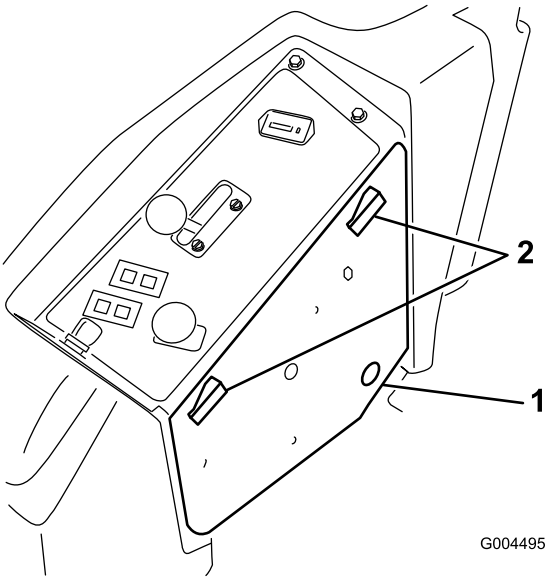

Figure 26
2. Déverrouillez le couvercle du panneau de commande et mettez-le de côté (Figure 26).